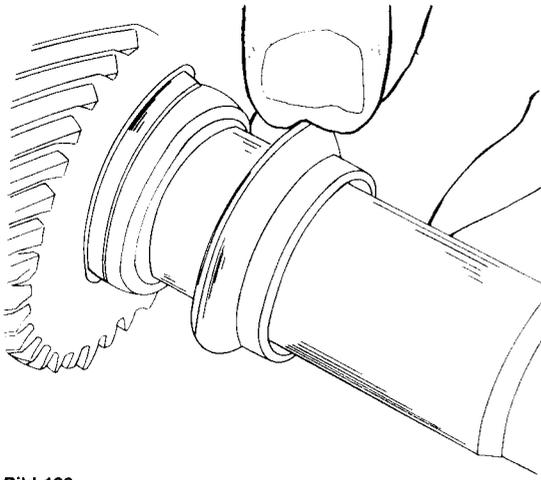

Bild 120
- Hinteres Lager mit dem Sprengring befestigen, oder falls ein geteiltes Lager verwendet wird, den inneren Lagerlaufing auf die Welle schieben (Bild 120).